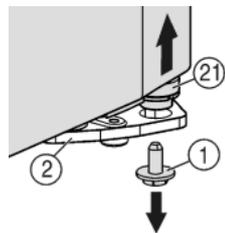
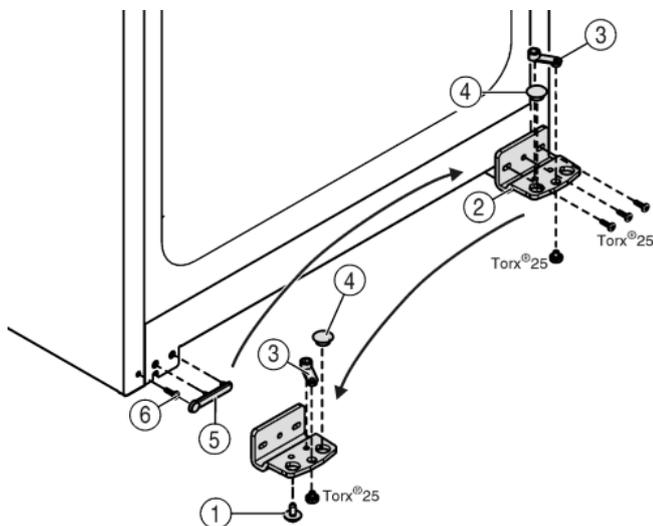

Fig. 4
Fig. 5
- ▶ Внизу справа на опорном кронштейне выкрутите фиксирующий винт Fig. 4 (1).
- ▷ Опорный палец Fig. 4 (21) можно извлечь из опорного кронштейна Fig. 5 (2).
- ▶ Если установочный винт Fig. 4 (21) не откручивается, его можно вынуть, нажав на него снизу.
- ▶ Открутите опорный кронштейн Fig. 5 (2).
- ▶ Открутите опорную деталь Fig. 5 (3) и, переставив в отверстие на противоположной стороне опорного кронштейна, снова прикрутите.
- ▶ Извлеките заглушку Fig. 5 (4) из опорного кронштейна и переставьте ее в отверстие на противоположной стороне опорного кронштейна.
- ▶ Осторожно снимите крышку со стороны ручки Fig. 5 (5).
- ▶ Выкрутите болт Fig. 5 (6) и вкрутите на противоположной стороне.
- ▶ Снова установите крышку Fig. 5 (5).
- ▶ Снова прикрутите опорный кронштейн Fig. 5 (2) на новой стороне шарнира (с моментом 4 Нм). При необходимости используйте аккумуляторный шурупверт.
- ▶ Вкрутите фиксирующий винт *Fig. 4 (1)* внизу в опорный палец и затяните (с моментом 4 Нм).